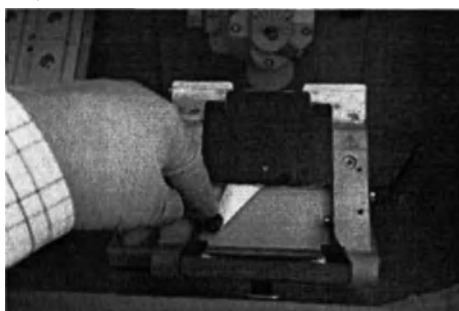

Рисунок 9.4
1. Ослабьте зажимную планку, повернув рычаг блокировки лезвия в направлении от зажимной планки (Рисунок 9.4).